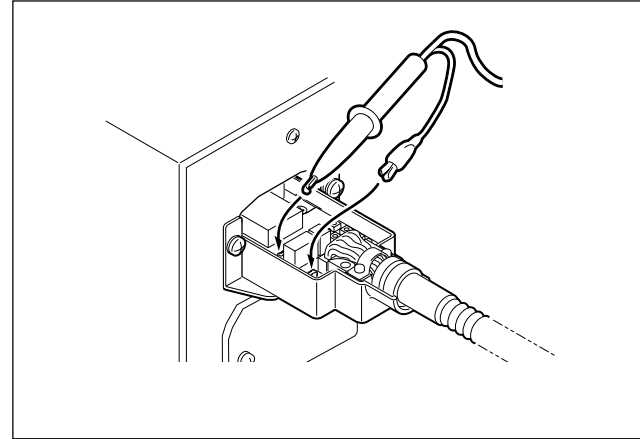

Abb. 4-5
- ① Führen Sie den Vorverstärker in den Zähler ein, und schalten Sie den Zähler ein.
- ② Halten Sie eine Oszilloskopsonde an den PM-Kontakt der Vorverstärkerplatine, und klemmen Sie eine Erdklemme an die Steckverbinderschraube an. (Abb. 4-5)